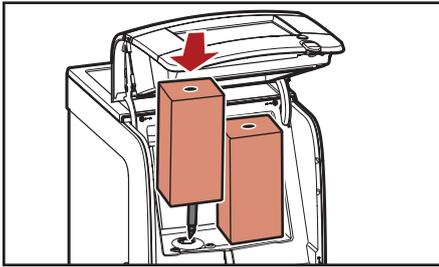

Fig. 4.1 - Inserire la confezione prodotto
4. Inserire la confezione prodotto (fig. 4.1).